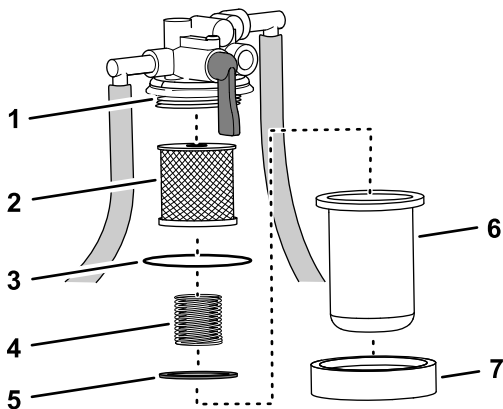

Figura 71
- Coloque un recipiente debajo del cuerpo del filtro de combustible, retire la tuerca del cuerpo y retire el cuerpo del filtro del cabezal del filtro (Figura 71).
- Monte el elemento del filtro en el cabezal del filtro; consulte Figura 71 en Retirada del elemento del filtro (página 55).
- Monte el muelle y el flotador en el cuerpo del filtro de combustible; consulte Figura 71 en Retirada del elemento del filtro (página 55)
- Monte el cuerpo de combustible y la tuerca del cuerpo en el cabezal del filtro y apriete la tuerca a mano; consulte Figura 71 en Retirada del elemento del filtro (página 55).